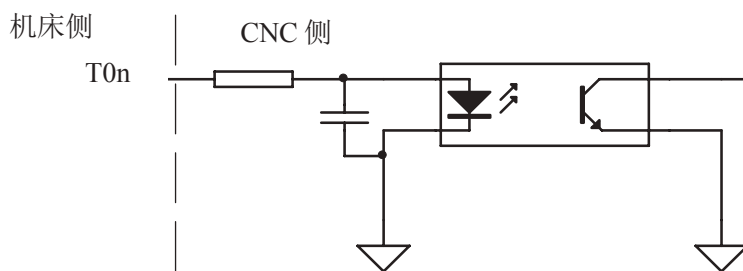

图 2-35
1、T01 ~ T08、TCP 信号采用光藕输入，内部电路图如下图 2-35 所示：